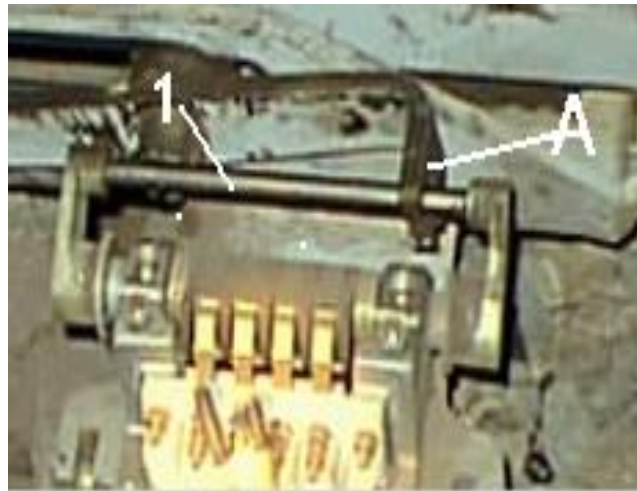

Fig.3.1
### 3 - FUNCIONAMIENTO (Fig.3.1)
El brazo de ataque (1) del controlador se enlaza mecánicamente con el pestillo del cerrojo (Pletina A) Fig. 3.1